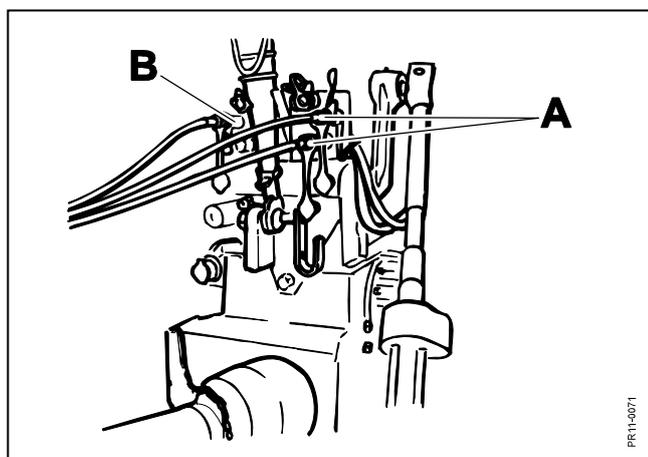

Fig. 2-12
**Fig. 2-12** Raccorder les flexibles hydrauliques du vérin de mise en position travail/transport au distributeur double effet du tracteur **A**, et le flexible des vérins de relevage de la machine au simple effet du tracteur **B**, voir **schéma page 77**.